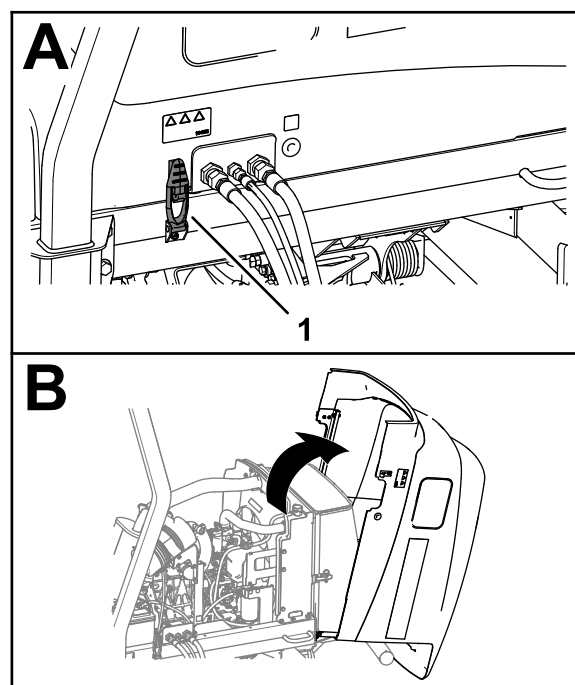

Рисунок 60
1. Разблокируйте 2 защелки капота (Рисунок 60).